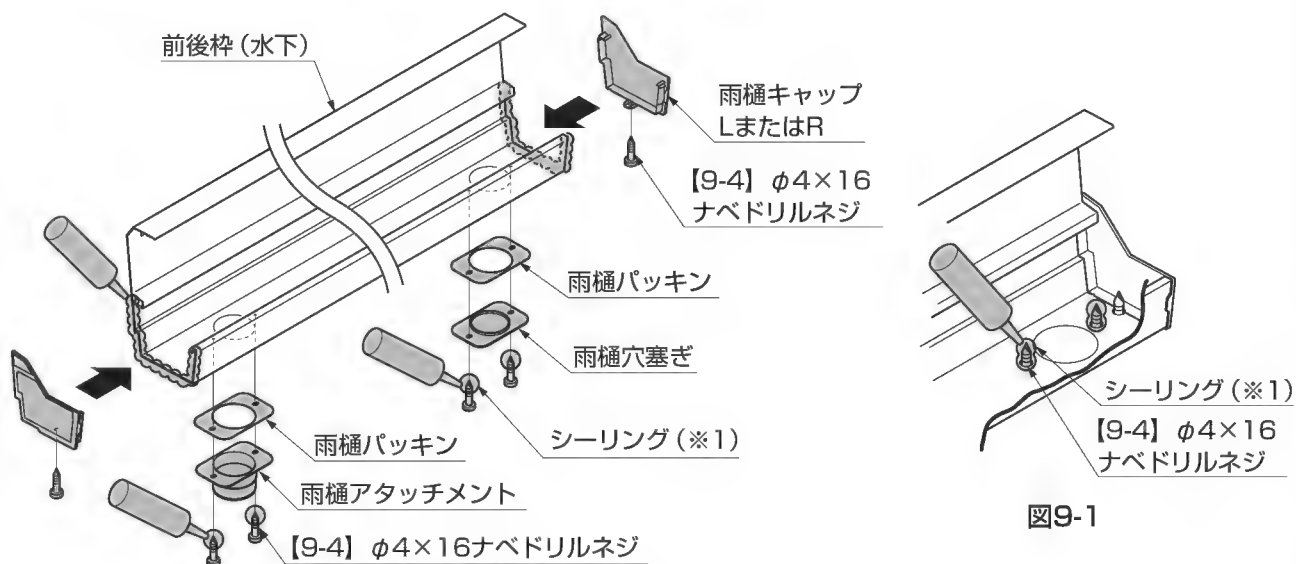

図9-1
- ①前後枠 (水下) に、シーリングしてください。
- ②前後枠 (水下) に、雨樋キャップを [9-4] で取付けてください。
- ③雨樋アタッチメントを、前後枠 (水下) に [9-4] で取付けてください。
- ④ [9-4] の先端を、シーリングしてください。(図9-1参照)